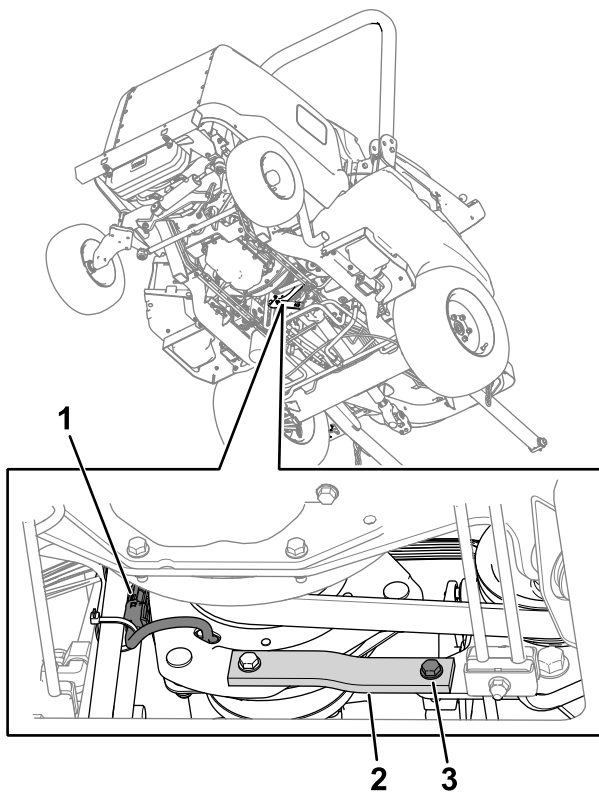

**Bild 74**
- Führen Sie den Riemen über die Motorriemenscheibe, die Spannscheibe und der Riemenscheibe der Pumpe (Bild 74).